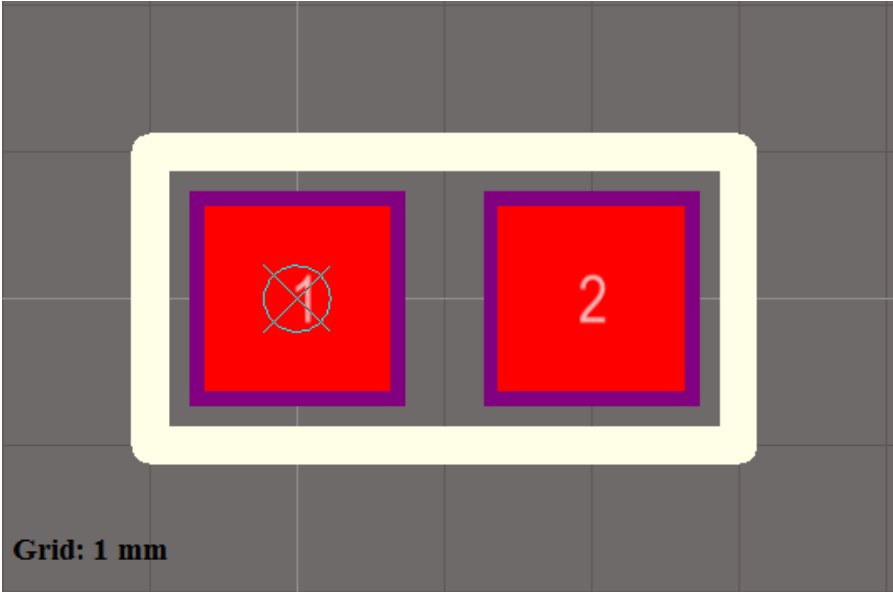

Рисунок 2.11 – ТПМ резистора
4. Малюємо графіку компонента, спочатку обираємо потрібний шар – Top Overlay (для швидкого переходу між шарами можна використати комбінацію клавіш Ctrl + Shift + Scroll). Далі обираємо команду Place > Line та малюємо прямокутник навколо виводів компонента. Отримаємо результат як на рис. 2.11 та зберігаємо все.